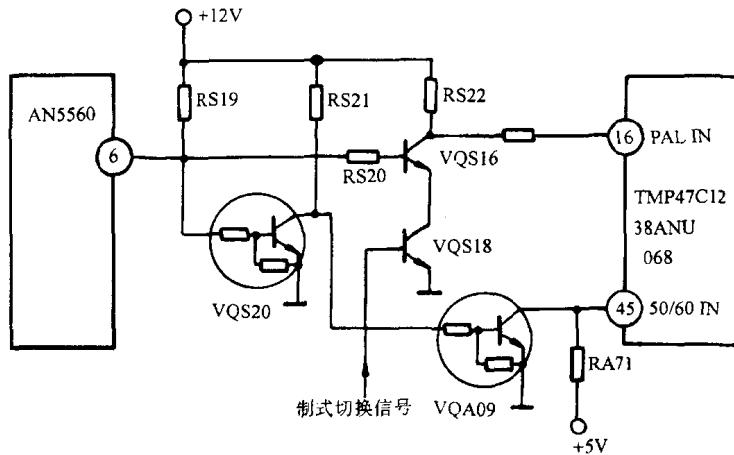

图 1-5 长虹 C2588 型彩色电视机机制式识别电路
这个 50/60 识别结果代表了所接收电视信号的场频是普通 PAL 制 50Hz 还是为普通 NTSC 制 60Hz。这种接口电路一般将无信号接收状态时的电压输出设在 PAL 制,如图 1-5 示长虹 C2588 型机。判断这个接口电路工作是否正常的方法可用电压法和断开、短路法。电压法是检测这个接口电路输入端电压和输出端电压,如 AN5560⑥脚、TMP47C1238ANU068 的④脚电压,看与工作正常时的测试结果是否一致。如果一致,可判断这个制式接口电路工作正常,其引入的制式识别结果亦正常;如果制式识别结果输入端即 AN5560⑥脚电压与工作正常时的测试结果一致,而制式识别结果输出端即 TMP47C1238ANU068 的④脚电压与工作正常时的测试结果不一致,则可判断这个制式接口电路有问题,应逐级检查;如果输入、输出端均不一致,应先查明输入端不一致的原因。一般图纸上标的电压多是接收 PAL 制(我国电视节目)状态下的测试值。在检修时若图纸上也无电压标志且日常又未记录下这部分电路的测试结果,无法判断测试结果是否正常。此时可用断开、短路法进行判别。如短路 VQS20 的基极,相当于这个晶体管截止,亦即相当于 AN5560⑥脚输出低电位,而断开 AN5560⑥脚,相当于 AN5560 输出的制式识别结果为高电位。这两个工作状态即可代表制式识别电路的识别结果分别为 50Hz 和 60Hz。在这两种状态中必然有一种与接收节目(PAL)一致。在进行上述测试时观察电视机的彩色、伴音、场频是否在其中的某一状态时恢复正常;如果恢复正常,可判断故障在识别电路而不在制式识别结果输入接口电路;如果故障依然,而且通过强制制式切换电视机能恢复正常